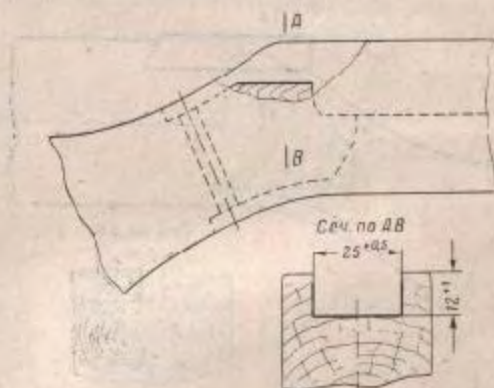
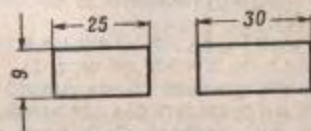
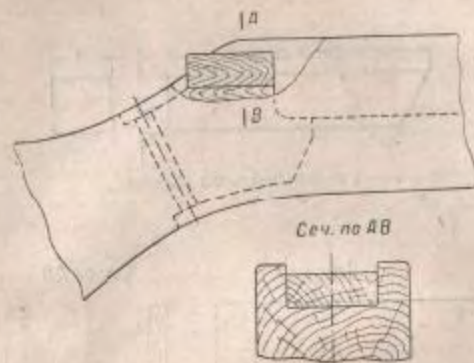
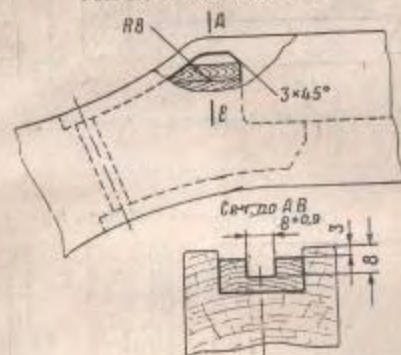

Рис. 61. Разделка пазы для вклейки
Рис. 62. Заготовка вклейки
Рис. 63. Постановка вклейки
Рис. 64. Обработка вклейки
(1) При наличии трещины или откола задней части ложки разделить паз для вклейки (рис. 61), изготовить вклейку (рис. 62), поставить ее на клею в паз (рис. 63) и обработать (рис. 64).